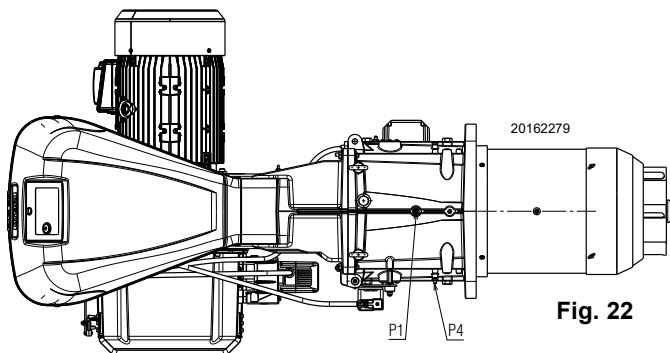

Fig. 22
Pression du gaz mesurée à la prise P1(Fig. 22), avec :
- Soustraire de la pression du gaz à la prise P1(Fig. 22) la pression dans la chambre de combustion.
Pression du gaz à la prise P1(Fig. 22) = 27.6 mbars
Pour connaître la pression de gaz nécessaire sur la prise P1(Fig. 22), une fois établie la puissance MAX. à laquelle on veut faire fonctionner le brûleur :
- Lire sur la droite, colonne 1, la pression à la prise P1(Fig. 22).
pression nécessaire à la prise P1) (Fig. 22).